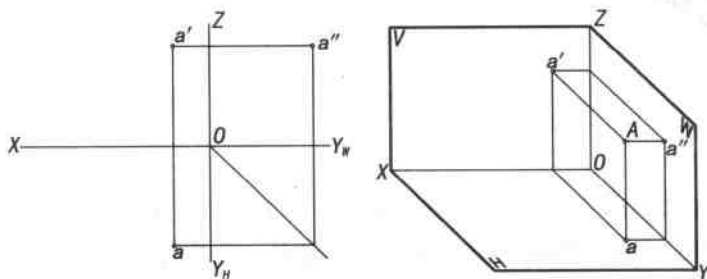

图 2
2. 在图 2 中, 完成点 $B(35, 14, 6)$ 的投影图和轴测图, 并说明两点的相对位置。